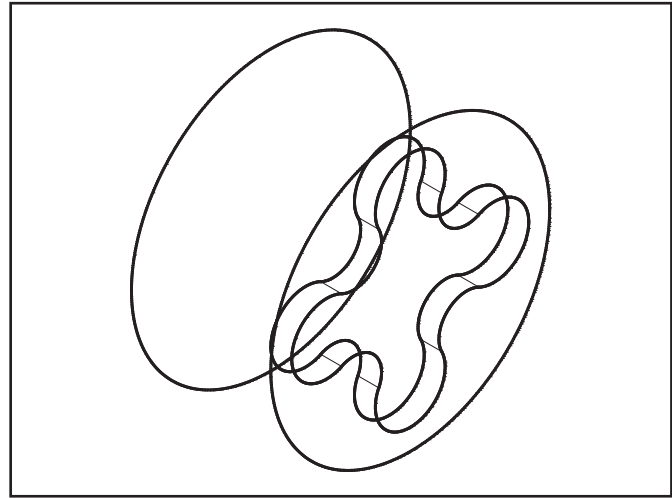

Рис. 6
- обработка паза и контура, выборка в плоскости, перпендикулярной оси вращения, ось инструмента параллельна оси вращения (рис. 6).